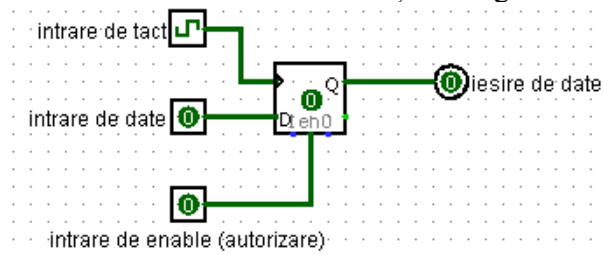

Figura 1 – Flip-flop-ul de tip D.
**Circuitul logic secvențial sincron** este un circuit logic cu memorie. Acest circuit memorează datele de la intrare, sincron, cu ajutorul unui impuls de tact, pe frontul crescător al tactului. Circuitul logic secvențial sincron fundamental se numește bistabil sau flip-flop. În practică, cel mai utilizat flip-flop este **flip-flop-ul de tip D**. Flip-flop-ul de tip D este elementul fundamental de memorie. Simbolul acestuia este evidențiat în figura 1.
În figura 1 este evidențiat flip-flop-ul de tip D, elementul fundamental de memorie. Se observă că acest circuit are trei intrări. O intrare de tact, fiind intrarea de sincronizare, o intrare de date, fiind intrarea principală a circuitului logic și o intrarea de enable.
Mai întâi se va instanția în Logisim flip-flop-ul de tip D. Flip-flop-ul de tip D se găsește în Logisim, în fereastra cu librării din partea stângă, în folderul Memory. Apoi se vor face conexiunile între intrări, ieșire și flip-flop. Fiecare intrare sau ieșire va avea un Label sau o etichetă, o denumire cum apare în figura 1. Apoi se vor executa pașii din tabelul 1. Tabelul 1 evidențiază pașii pe care trebuie să îi parcurgem în Logisim pentru a putea evidenția funcționarea flip-flop-ului de tip D.